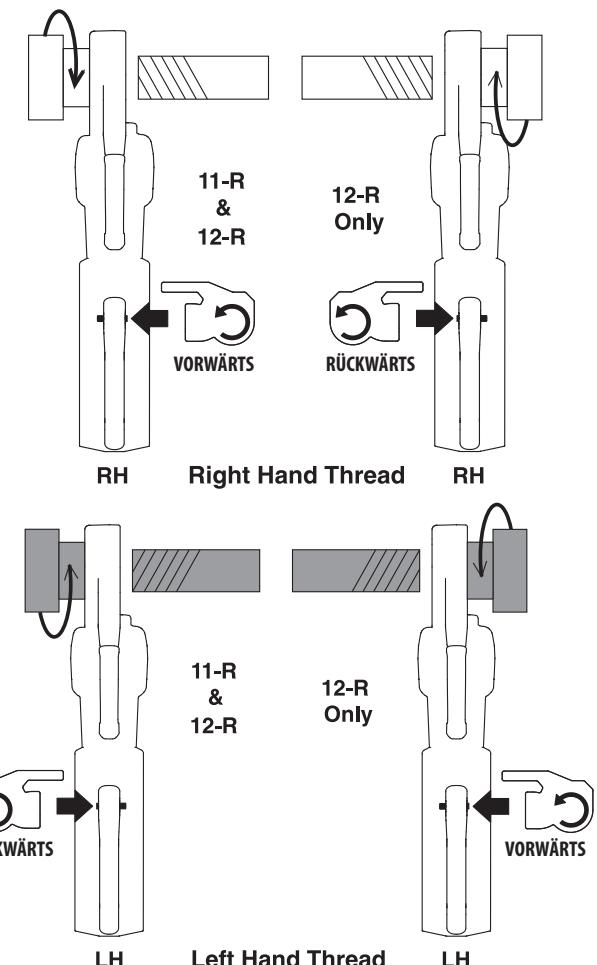

Abbildung 9 - Vorwärts/Rückwärts-Schiebeschalter/Schneidkopfausrichtung
7. Stellen Sie den Vorwärts-/Rückwärts-Schiebeschalter des Kraftantriebs auf das gewünschte Rechts- oder Linksgewinde ein. *Siehe Abbildung 9*.